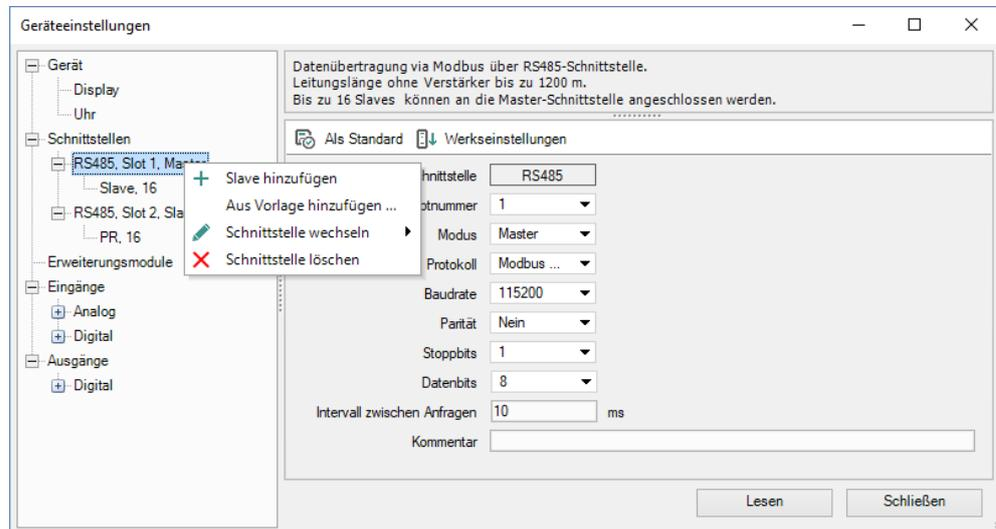

Abb. 4.9 Master- Konfiguration im Master-Modus
Um eine Schnittstelle hinzuzufügen, verwenden Sie das Kontextmenü des Knotens **Schnittstellen** im Konfigurationsbaum und wählen Sie **Schnittstelle hinzufügen > RS485** (Abb. 4.9). Ändern Sie den Modus im rechten Fensterteil auf **Master**.
- Bei der Einstellung des Master-Parameters **Intervall zwischen Anfragen** (Abb. 4.9) müssen die Anzahl der Slaves und die Gesamtanzahl der Anfragen berücksichtigt werden. Wenn die Gesamtabfrage tatsächlich länger als der eingestellte Wert dauert, wird dieser Parameter ignoriert.